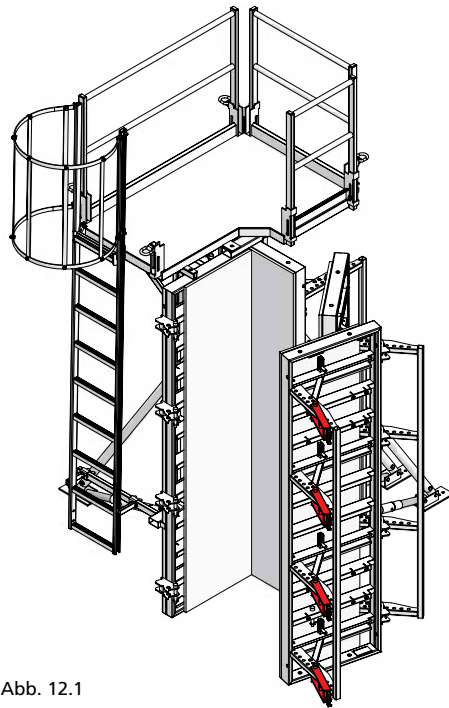

Abb. 12.1
1. Die Stützelemente schwenken und von Hand so weit wie möglich schließen (Abb. 12.1).